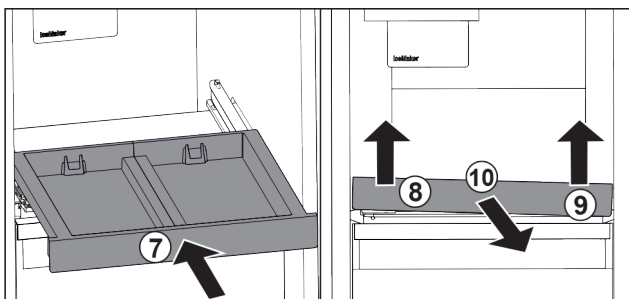

Fig. 196
- ▶ Auszugsbord einschieben. Fig. 196 (7)
- ▶ Auszugsbord vorne links anheben. Fig. 196 (8)
- ▶ Auszugsbord vorne rechts anheben. Fig. 196 (9)
- ▶ Auszugsbord nach vorne entnehmen. Fig. 196 (10)